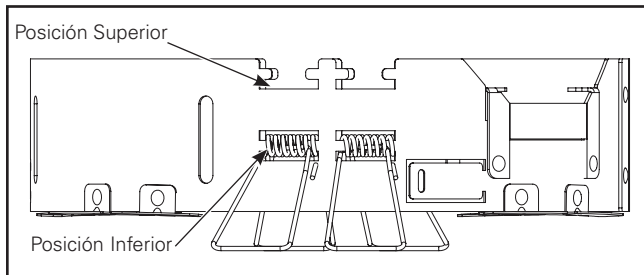

Figura 31.
- El anillo adaptador puede adaptarse a distintos grosores de techo y alturas del marco de yeso o el alojamiento por medio de las diferentes ubicaciones de las ranuras para los muelles de montaje. La luminaria HC8R/HC812R viene con los muelles en la posición superior para obtener un grosor total mayor del techo y el alojamiento en conjunto de 1" (25,40 mm) y no más de 2" (50,80 mm). Para los grosores de techo o alojamiento de entre 0,5" (12,70 mm) y 1" (25,40 mm), los muelles de montaje deben moverse a la posición inferior (Figura 31).